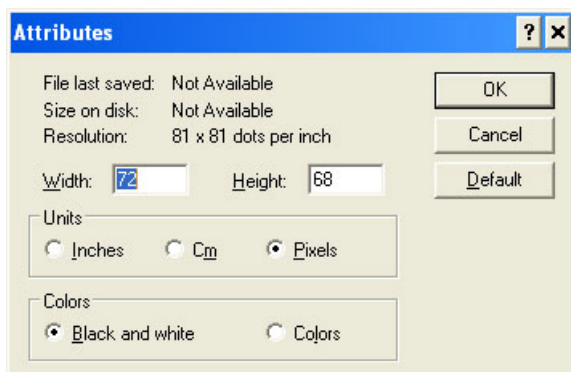

Figura 5-59: Atributos da imagem
- c. Selecione o formato da cor da imagem como Preto e Branco. (Ver Figura 5-59).